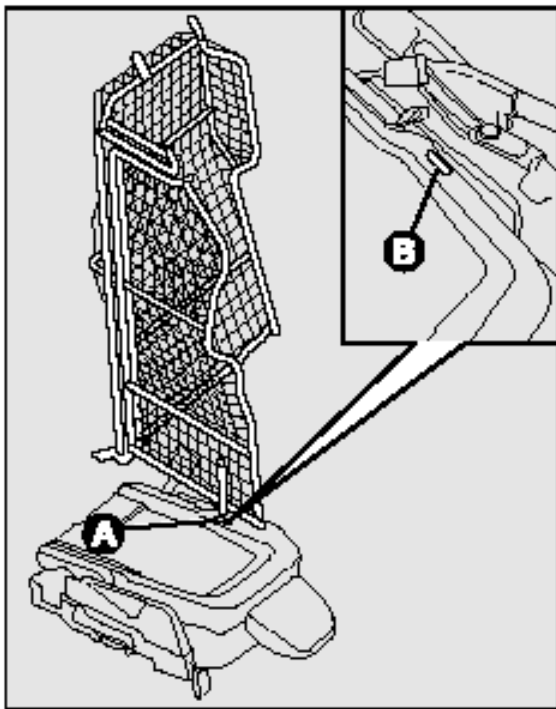

рис. 32
- Из багажного отсека отсоединить фиксатор **А** – рис. 32 расположенный в задней части перегородки, и вынуть его из гнезда **В**, находящегося на спинке сложенного сиденья.